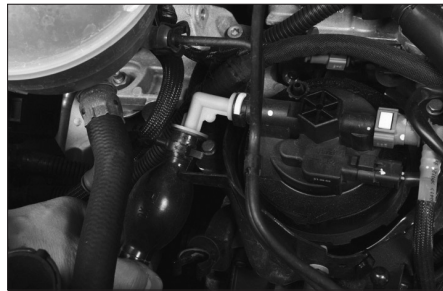

Fig. 39
- Actionner la pompe manuelle au moins 30 fois de suite (Fig.39).